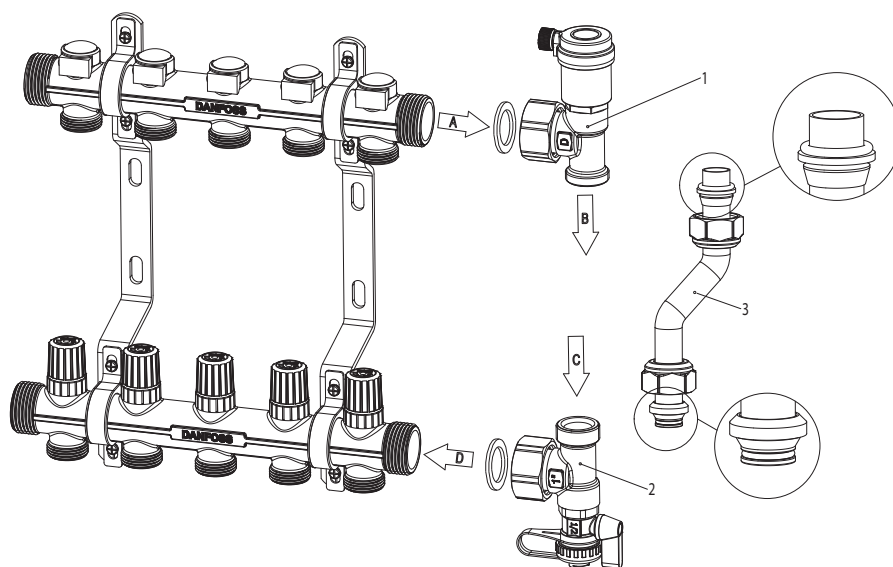

图3
1. 将排气阀组件1连接于分水器主体, 通过垫片3密封, 进口A和出口B方向见图3。
2. 将泄水阀组件2连接于集水器主体, 通过垫片3密封, 进口C和出口D方向见图3。
3. 将铜管E端插入排气阀组件出口B, 调整铜管位置, 见图3。
4. 将铜管F端插入泄水阀组件入口C, 见图3。